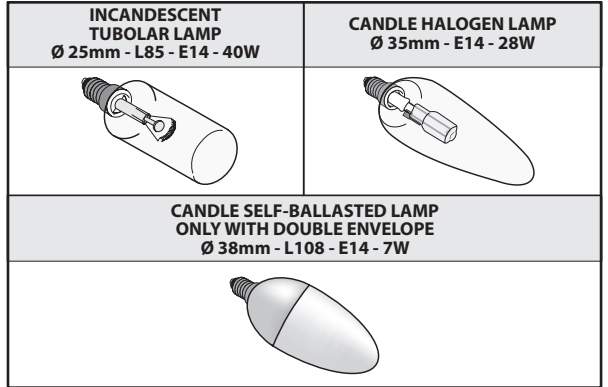

Fig.11
• **Sostituzione delle lampade a incandescenza/alogene/fluorescente (Fig.11):**